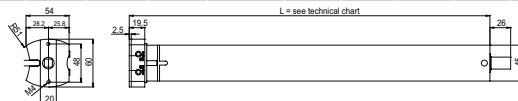

Fig. 1
- Inserire la corona A sulla ghiera B del finecorsa (fig.1).
- Inserire la puleggia C sul perno del motore D (fig.1).